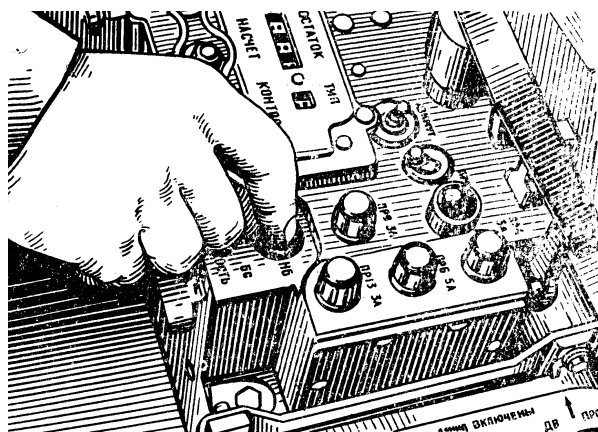

Рис. 72. Встановлення перемикача «НБ-БС» у положення «БС» на блоці управління БУ-25
- встановити перемикач «НБ-БС» на блоці управління БУ-25 у положення «БС» (рис. 72);